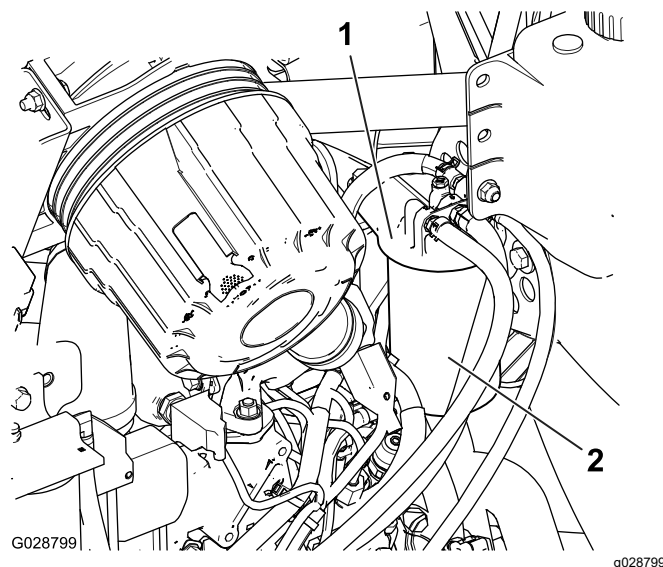

Рисунок 50
2. Снимите фильтр и очистите монтажную поверхность головки фильтра (Рисунок 50).
1. Очистите поверхность вокруг головки топливного фильтра (Рисунок 50).